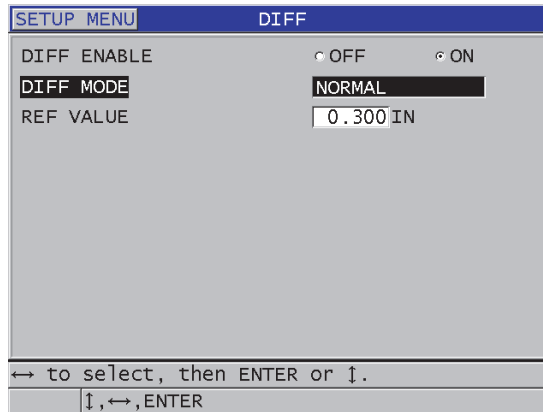

Abbildung 8-2 Fenster DIFF
3. Führen Sie Folgendes im Fenster **DIFF** aus (siehe Abbildung 8-2 auf Seite 139):